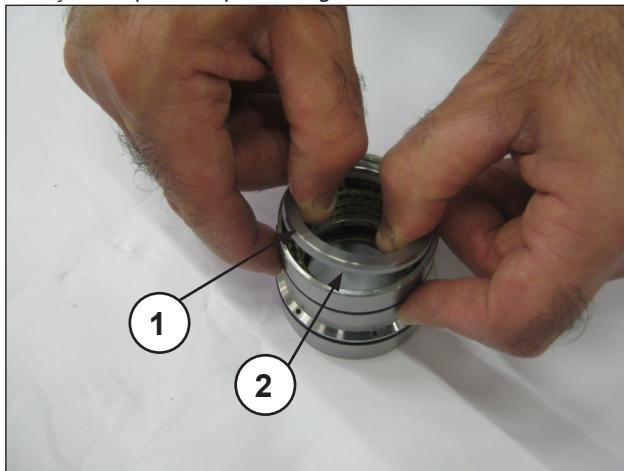
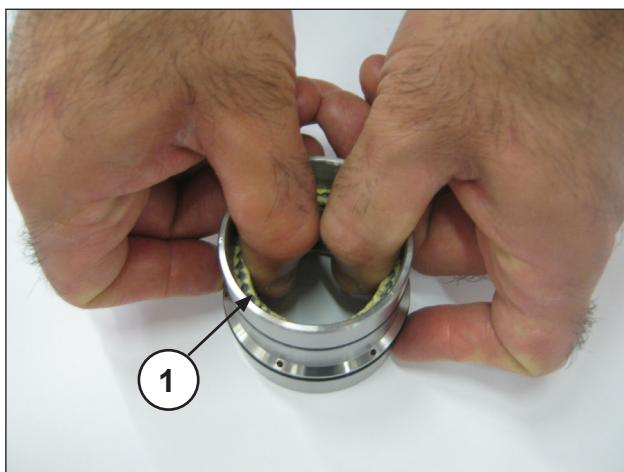

Fig. 25
Fig. 26
Separe o suporte de vedantes da camisa, retire o anel para a mola e o anel raspador (pos. ①②, Fig. 25) para acessar as vedações de pressão (pos. ①, Fig. 26).